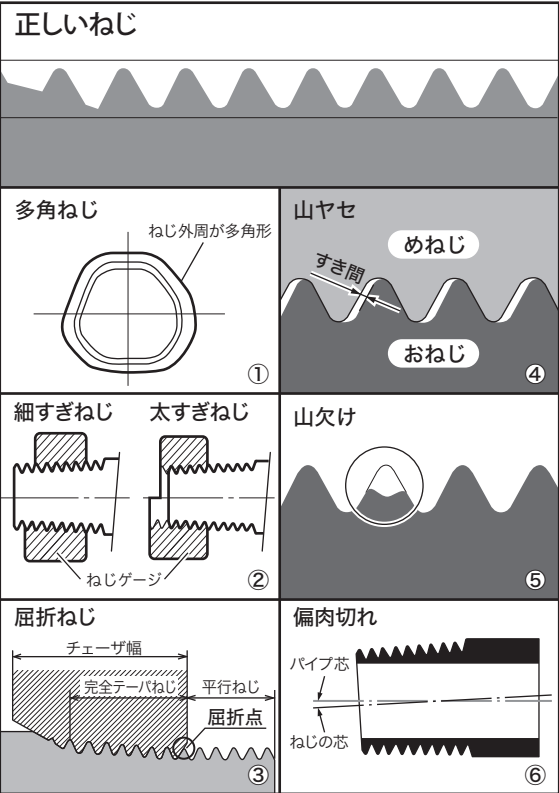

図 47
■悪いねじについて (図 47)
①多角ねじ (図 47- ①)
②ねじ径の細すぎ、太すぎ (図 47- ②)
③屈折ねじ (手動切上ダイヘッドの場合) (図 47- ③)
④切られたねじの山ヤセ (図 47- ④)
⑤切られたねじの山欠け (図 47- ⑤)
⑥パイプに対してのねじの偏肉切れ (図 47- ⑥)